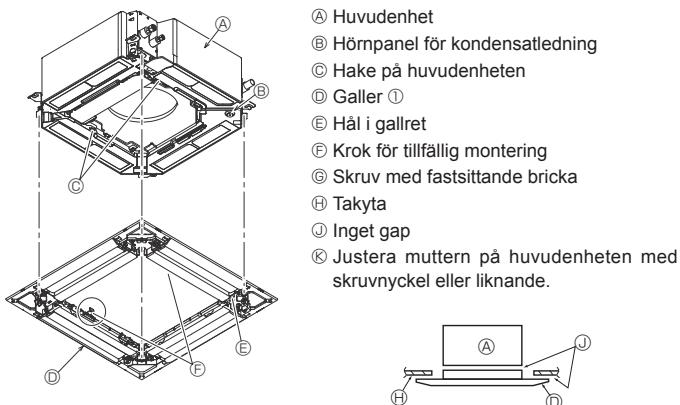

Fig. 9-6
9.4.2. Tillfällig montering av gallret (Fig. 9-6)
- Sätt fast gallret på huvudenheten genom att dra åt de förmonterade skruvorna. (Fig. 9-6)
Kontrollera att det inte finns några gap mellan huvudenheten och gallret eller mellan gallret och takytan. (Fig. 9-6)
- Efter åtdragning av skruven kontrollerar du att de två gallerkrokarna (Fig. 9-6) läses på krokarna på huvudenheten.